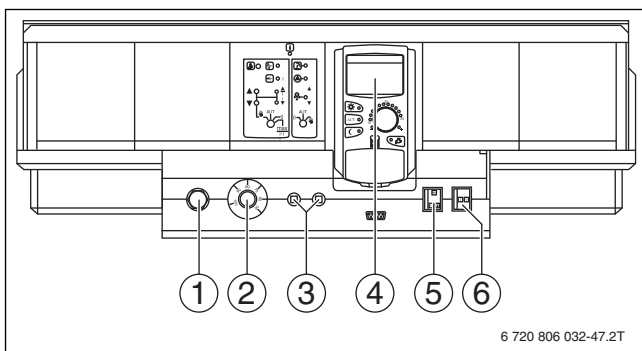

Fig. 3 Régulateur, exemple CFB 930
Mettez la chaudière en service par le régulateur (dans cet exemple, fig. 3 : CFB 930). La mise en service de l'appareil de régulation implique automatiquement celle du brûleur. Celui-ci peut ensuite être démarré par l'appareil de régulation.
Mettez votre installation hors service par l'appareil de régulation (par ex. appareil de régulation CFB 930, → fig. 3, page 6). La mise hors service de l'appareil de régulation implique automatiquement celle du brûleur.
- ▶ Placer l'interrupteur marche/arrêt (→ fig. 3, [2]) sur « 0 » (ARRET).